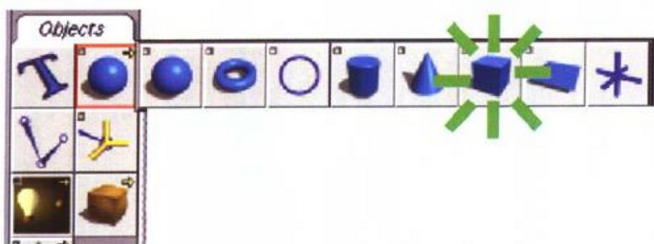

图 1-19
(2) 单击 Cube 图标来选择 Cube 工具, 如图 1-19 所示。